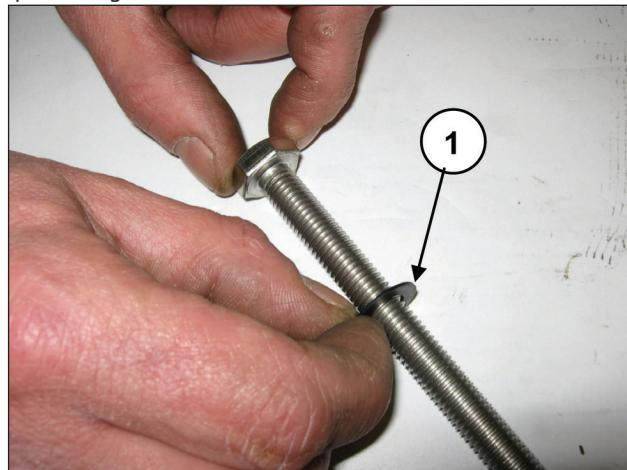

Fig. 146
Insira a arruela Ø10x18x0,9 no parafuso de fixação do pistão (pos. ①, Fig. 146).